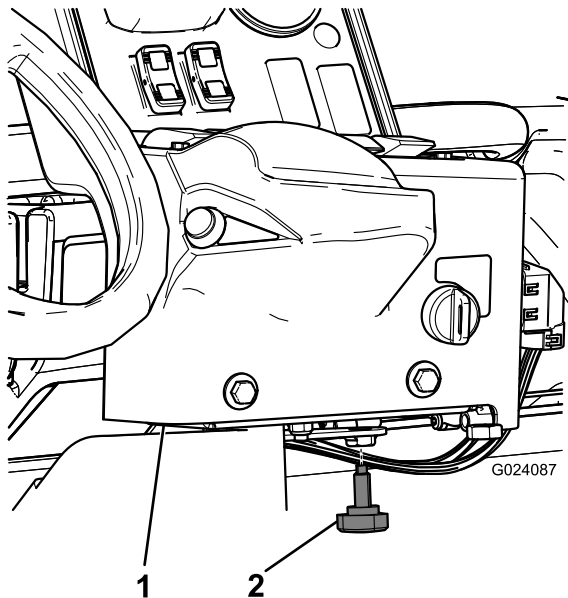

図 15
- 操作中にコントロールが回転しないようにハンドノブを取り付ける 図 15。